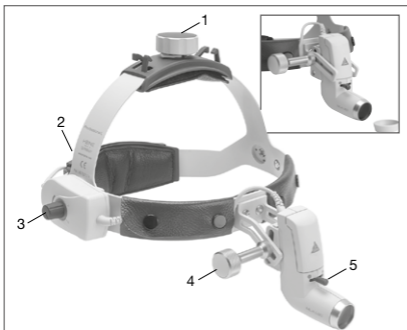

Fig. 2 Hodebånd Professional L (se høy fig.), beskyttelsesdeksel (se liten fig.)
Justering av **hodebåndet Professional L** (se fig. 2): For å justere for hodestørrelse kan hodebåndet utvides eller strammes ved å vri strekkfiskene øverst (1) og bak. (2).
Velge synsvinkel og synsfelt (fig. 2)